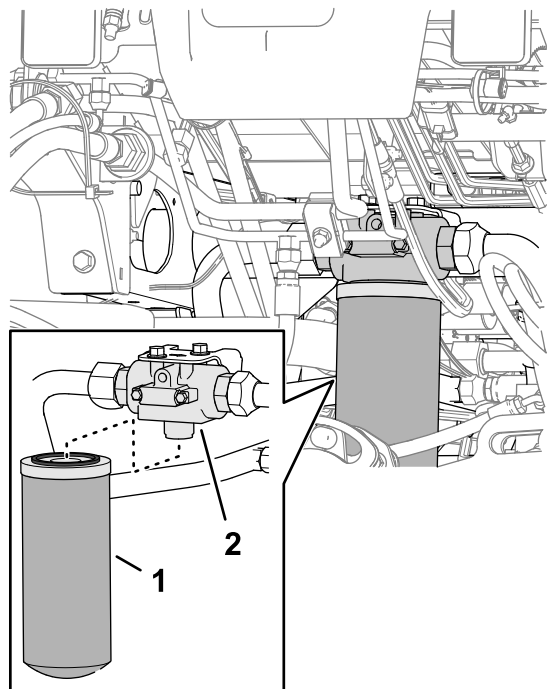

Рисунок 113
2. В передней части машины поставьте сливной поддон под фильтр линии возврата (Рисунок 113).